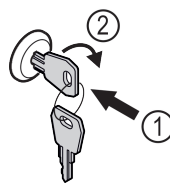

Fig. 123
- ▶ Sleutel erin duwen Fig. 123 (1).
- ▶ Sleutel 90° rechtsom draaien Fig. 123 (2).